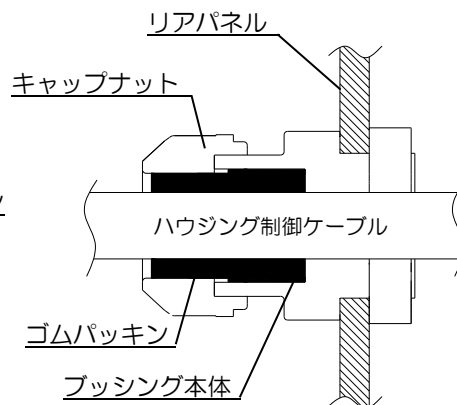

図 2-2 ブッシング断面図
- ②ゴムパッキンは、図 2-2 のように確実に取り付けてください。不完全な取り付けを行うと浸水する恐れがあります。